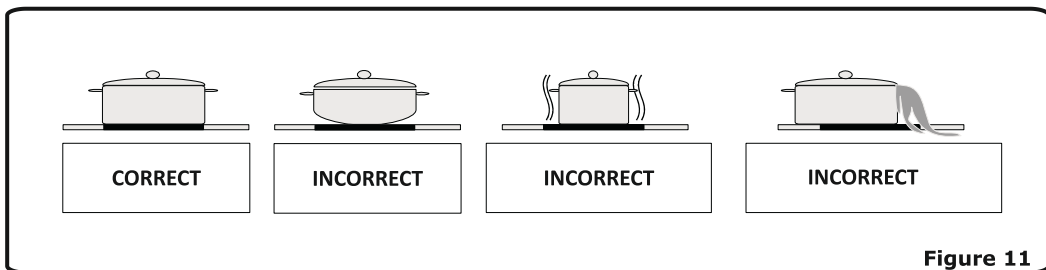

Figure 11
- Lorsque la plaque chauffante est allumée, il est important de veiller à ce que la casserole soit correctement centrée sur la plaque (Figure11).